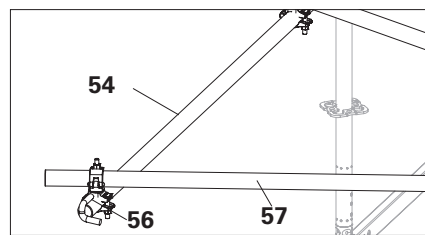

Fig. A4.05
1. Fissare gli ancoraggi da parete, ad es. UWT 140 (54), ai montanti d'angolo usando i giunti per montanti (55).
3. Fissare i tubi di impalcatura (57) agli ancoraggi da parete UWT 140 con giunti girevoli (56). (Fig. A4.05)